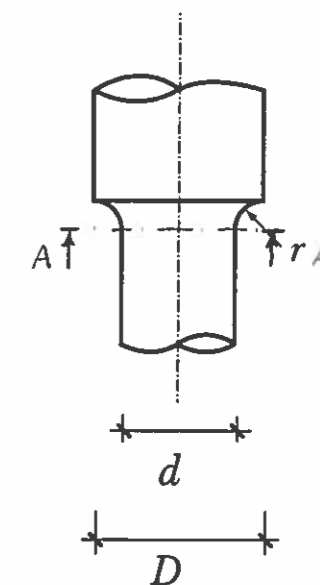

Figura 2
3. Effettuare la verifica di resistenza della struttura a plasticizzazione totale ed a fatica illimitata in prossimità dell'incastro. La geometria della struttura in prossimità dell'incastro è mostrata in Figura 2.